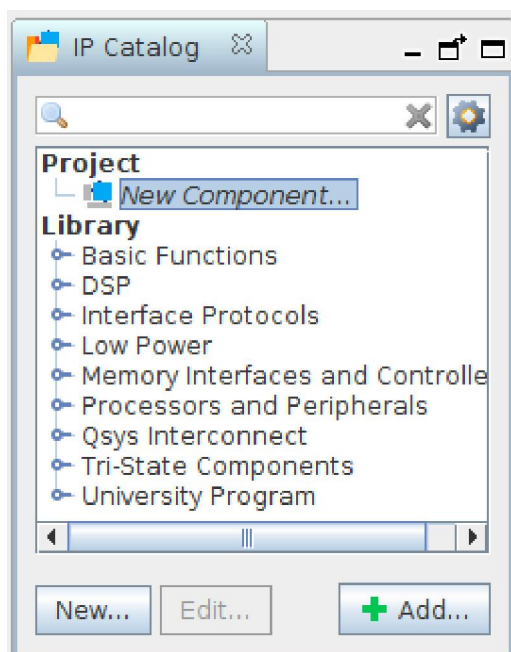
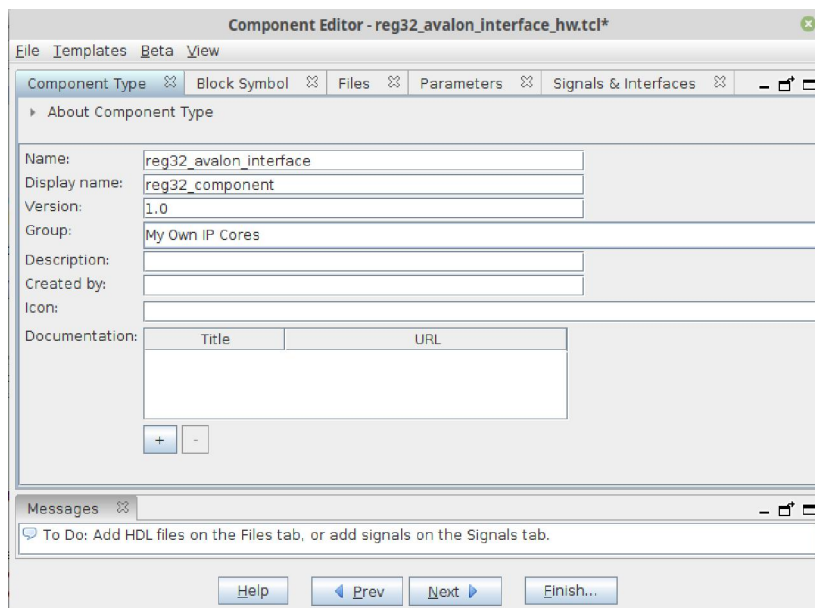

Рисунок 2. Вкладка *IP Catalog*.
Рисунок 3. Вікно *Component Editor*.
5. Наразі необхідно створити власний компонент, який буде додано до процесорного ядра Nios II. Натисніть **New Component** на вкладці *IP Catalog* (рис. 2). Відкриється вікно **Component Editor**, заповніть його у відповідності до рис. 3.